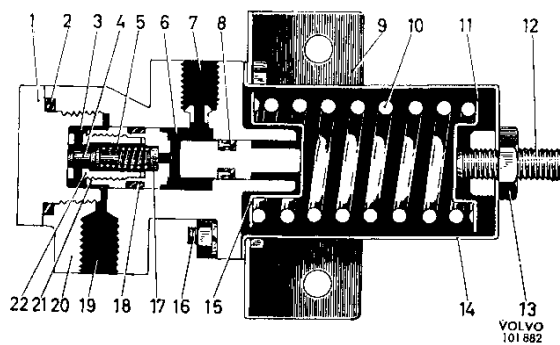

Abb. 45 Bremskraftregler, Aufbau
Die Konstruktion des Bremskraftreglers geht aus Abb. 45 hervor. Die Arbeitsweise ist folgende:
Beim Ansetzen der Fußbremse wird der Druck vom Hauptzylinder durch den Anschluß (7, Abb. 45) eingeleitet. Der Druck pflanzt sich durch den Zylinderraum (6) und die Bohrung, vorbei an den Ventilen (17) und (4) zum Zylinderraum (3) und weiter durch Anschluß (19) zu den Hinterradzylindern fort, siehe Abb. 45. Der hydraulische Druck je Oberflächeneinheit ist zu beiden Seiten des Kolbens (21) gleich hoch, aber da die Druckfläche des Kolbens